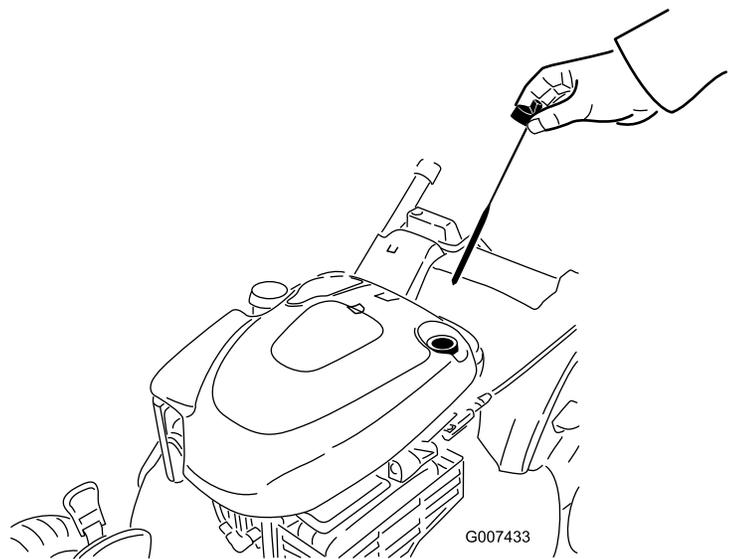

Bild 42
2. Ziehen Sie den Peilstab heraus (Bild 42).